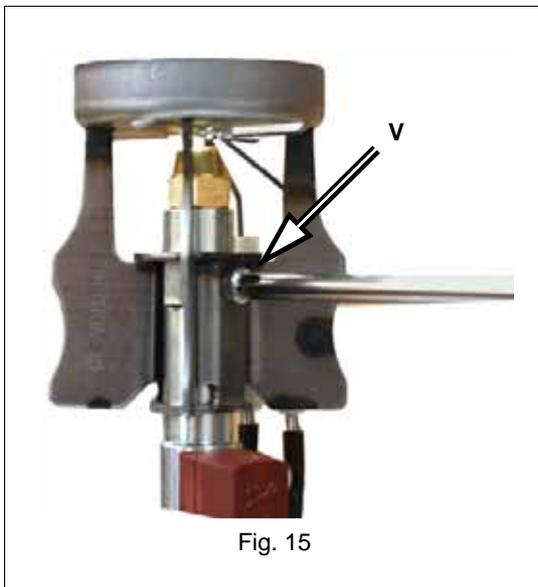

Fig. 15
- Svitare la vite **V** che fissa la testa di combustione e rimuovere la testa dal portaugello (Fig. 15 - Fig. 16).
- Rimontare la testa di combustione rispettando la quota **A** rilevata in precedenza, ricordando di fissare la vite **V** (Fig. 15).